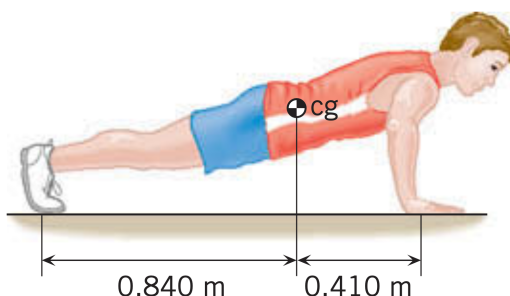

Figura 6: Figura de referencia.
3. La figura 6 muestra a una persona que tiene un peso de 584 N haciendo lagartijas (o *push-ups*). Calcula los torques respecto a los pies y centro de gravedad (cg en la figura) y con ello determina el valor de la fuerza normal en cada pie.